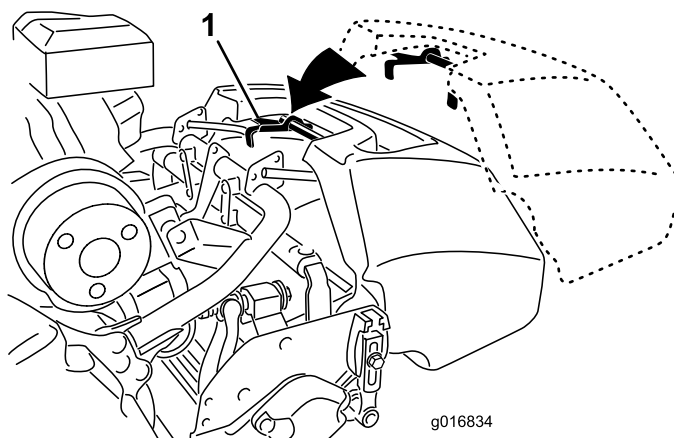

Figura 9
1. Afferrate il cesto dalla maniglia (Figura 9).
2. Guidate il coperchio del cesto tra le piastre laterali dell'apparato di taglio e sopra il rullo anteriore (Figura 9).
3. Installate i ganci del cesto sull'anello del telaio (Figura 9).